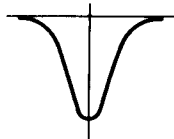
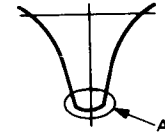

Abb. 11
Abb. 12
**Hinweis 1:** Bei schwachem Ausgangssignal des Wobbelgenerators sicherstellen, daß der Sinalpegel Höchstwert annimmt und der Signalverlauf symmetrisch ist (siehe Abb. 11). Den Pegel des Wobbelgenerators anheben und sicherstellen, daß der Frequenzgang an Punkt (A) möglichst linear verläuft (siehe Abb. 12).